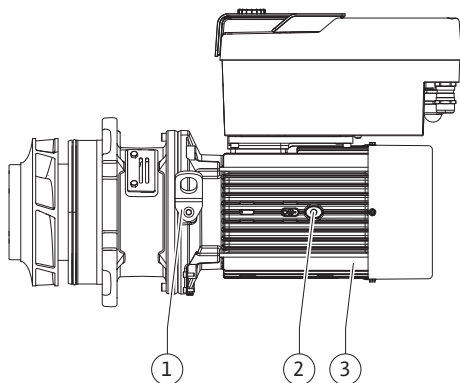

Fig. 108: Indstikssæt
13. Før indstikssættet (se Fig. 108) ind i pumpehuset i den gamle eller en anden ønsket vinklet position. Overhold her komponenternes tilladte installationspositioner (se kapitlet "Tilladte installationspositioner og ændring af komponentplaceringen før installationen" [► 21]).
14. Det anbefales at anvende monteringsboltene (se kapitlet "Tilbehør" [► 17]). Når lanterneføringen mærkbart har fat (ca. 15 mm før den endelige position), er der ikke længere fare for, at det kan tippe eller komme til at sidde skævt. Når indstikssættet er sikret med mindst en skrue (Fig. I/III, pos. 10 eller Fig. III/IV, pos. 29), kan fastgørelsesudstyret fjernes fra transportringene.
15. Skru skrue(r) (Fig. I/III, pos. 10 eller Fig. III/IV, pos. 29) i, men spænd dem ikke helt endnu. Når skrue(r) skrues i, trækkes indstikssættet ind i pumpehuset.